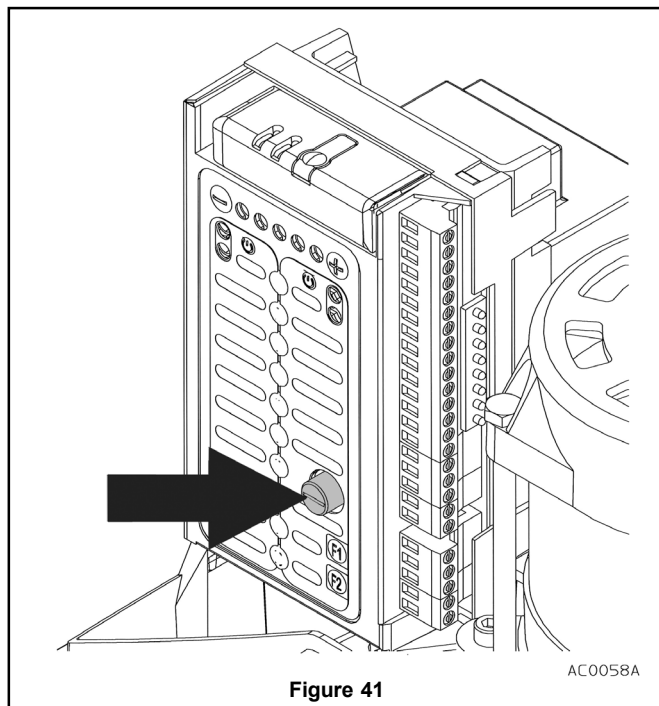

Figure 41
Le fusible avant (fig. 41) est le fusible relatif à l'alimentation primaire, à 230 volt, et protège l'autotransformateur, les circuits des lampes externes et du moteur.
- Appuyer en tournant à gauche le couvercle du porte-fusible (fig. 41).